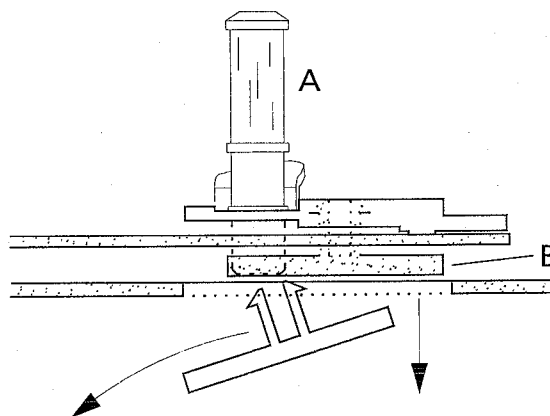

Fig. 10
- Unhinge the loading arm left pos. 24B from the holding plate B, and remove the latter through the recess in the chassis (fig. 10).
- Den linken Fädelarm Pos. 24B von der Halteplatte B aushängen und letztere durch die Ausnehmung im Chassis entfernen (Abb. 10).
- Désolidariser le levier de chargement gauche (rep. 24B) de la platine de fixation B. Extraire cette dernière par l'évidement pratiqué dans le châssis (fig. 10).